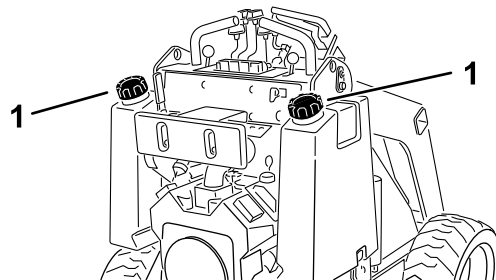

Figura 6
3. Pulite l'area attorno al tappo del serbatoio del carburante e rimuovetela (**Figura 6**).